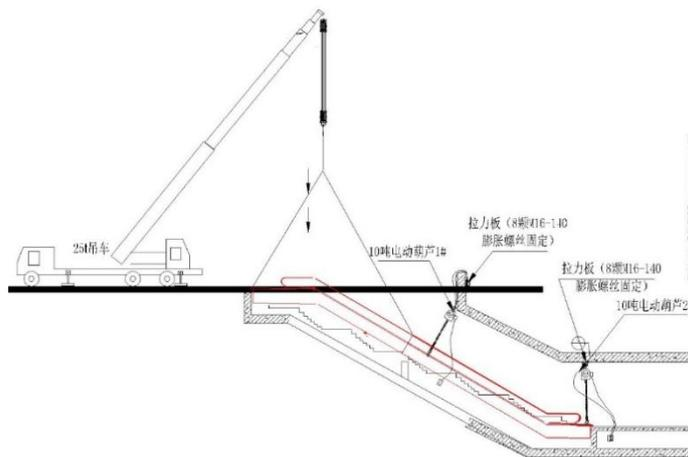

图 4 扶梯吊装定位
4) 采用 25 吨吊车将扶梯头部吊装至井道中与尾部拼面结合，固定好连接螺栓。最后将扶梯下放至井道中间，放置好垫铁。如图 4